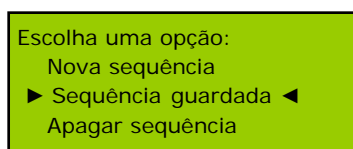

Figura 6.
- “*Sequência guardada*” permite executar uma sequência de rotações armazenadas. Para seleccioná-la, coloque os cursores junto a esta opção como se mostra na Figura 6 e prima [ENTER].